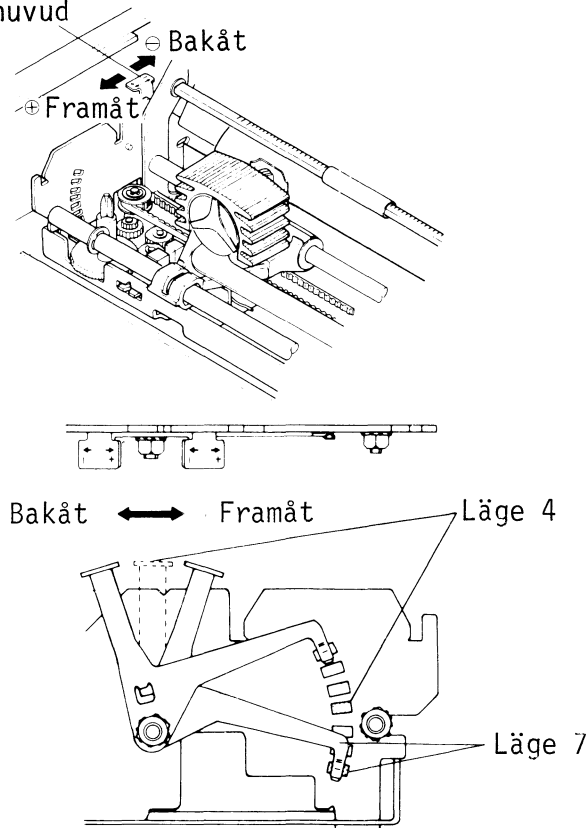

Fig 3.16 Injustering av spaltbredden mellan skrivhuvudet och valsen
- 1) Ställ skrivhuvudets justerspåk (på skrivarens vänstra ram) framåt eller bakåt för att justera spaltbredden mellan skrivhuvudets nos och valsen, se fig 3.16.
Om utskriften blir matt, beroende på att skrivaren använts en längre tid: för skrivhuvudets justerspak ett steg bakåt (i riktning - ). Se fig 3.16.